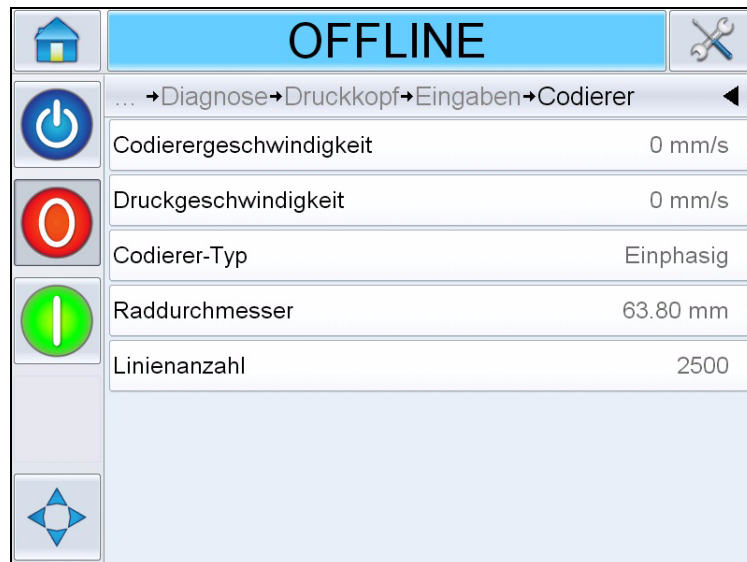

Abbildung 4-11: Codierer-Diagnosesseite
- Codierer: Berühren Sie die Taste *Codierer*, um die Diagnosesseite des *Codierers* anzuzeigen. Auf der Diagnosesseite des *Codierers* kann der Benutzer die folgenden Parameter anzeigen (siehe Abbildung 4-11).